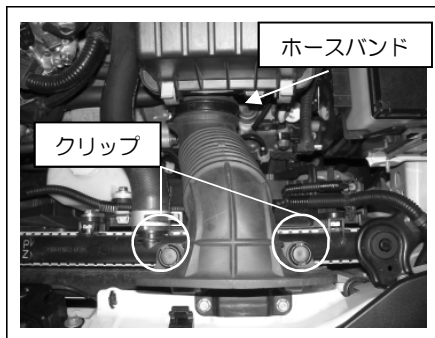

図 1
- ①バッテリーを取り外します。②クリップ 2 ヶ所を外します (図 1 参照)、③エアフロセンサカプラ、ボルト 2 ヶ所を取り外します。(図 2 参照)
④スロットル部のホースバンドを緩め、ブローバイパイプを抜き、クリーナーBOX を取り外します。⑤クリーナーBOX 下にある、ウォーターラインを固定しているクリップ及びステーを取り外します。